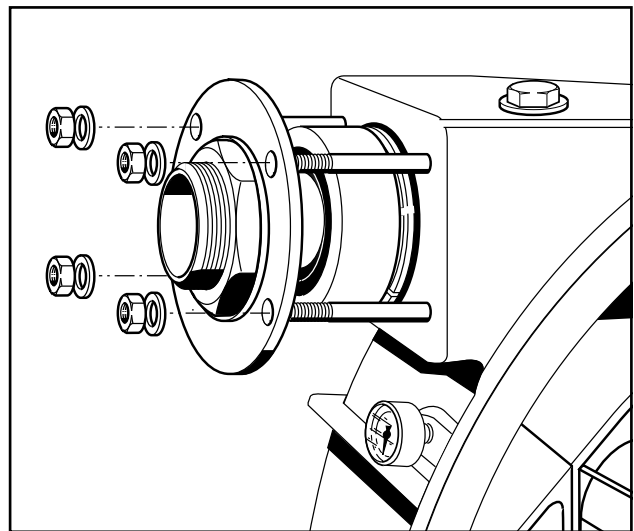

Abb. 14 Demontage Anschlussstutzen
5. Beide Anschlussstutzen komplett mit Halteflansch und Sechskant-Rohrmuttern vom Pumpengehäuse abschrauben (Abb. 14) und beide Anschlussstutzen aus dem Förderschlauch herausziehen.